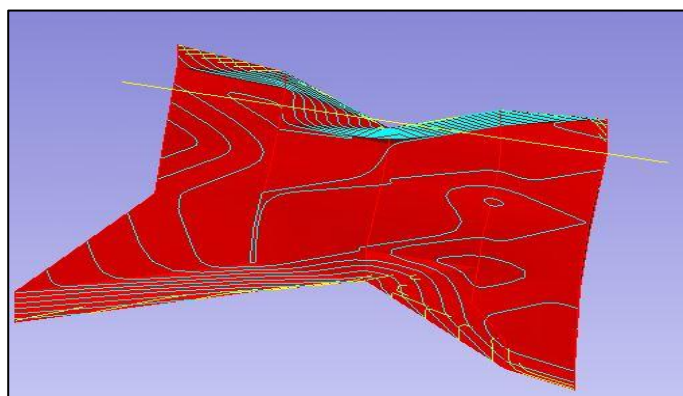

Рис. 10.7
8. Создайте контур, перпендикулярно которому будут созданы вертикальные сечения на объекте **Рудное тело** (рис.10.7).